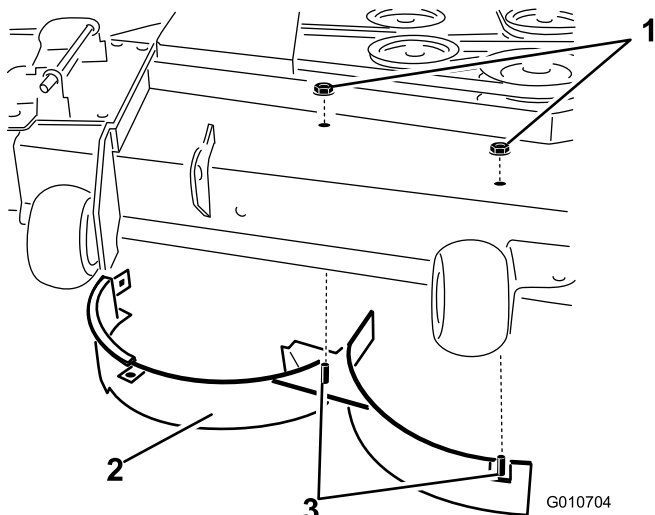

Bild 38
11. Entfernen Sie die zwei Sicherungsmuttern (5/16"), mit denen die geschweißten Streben des rechten Ablenkblechs oben am Mähwerk in der Mitte und rechts von der Mittelstellung befestigt sind (Bild 38).
12. Entfernen Sie die Schlossschraube und die Sicherungsmutter, die das rechte Ablenkblech oben auf dem Mähwerk sichern. Entfernen Sie das rechte Ablenkblech vom Mähwerk (Bild 38).